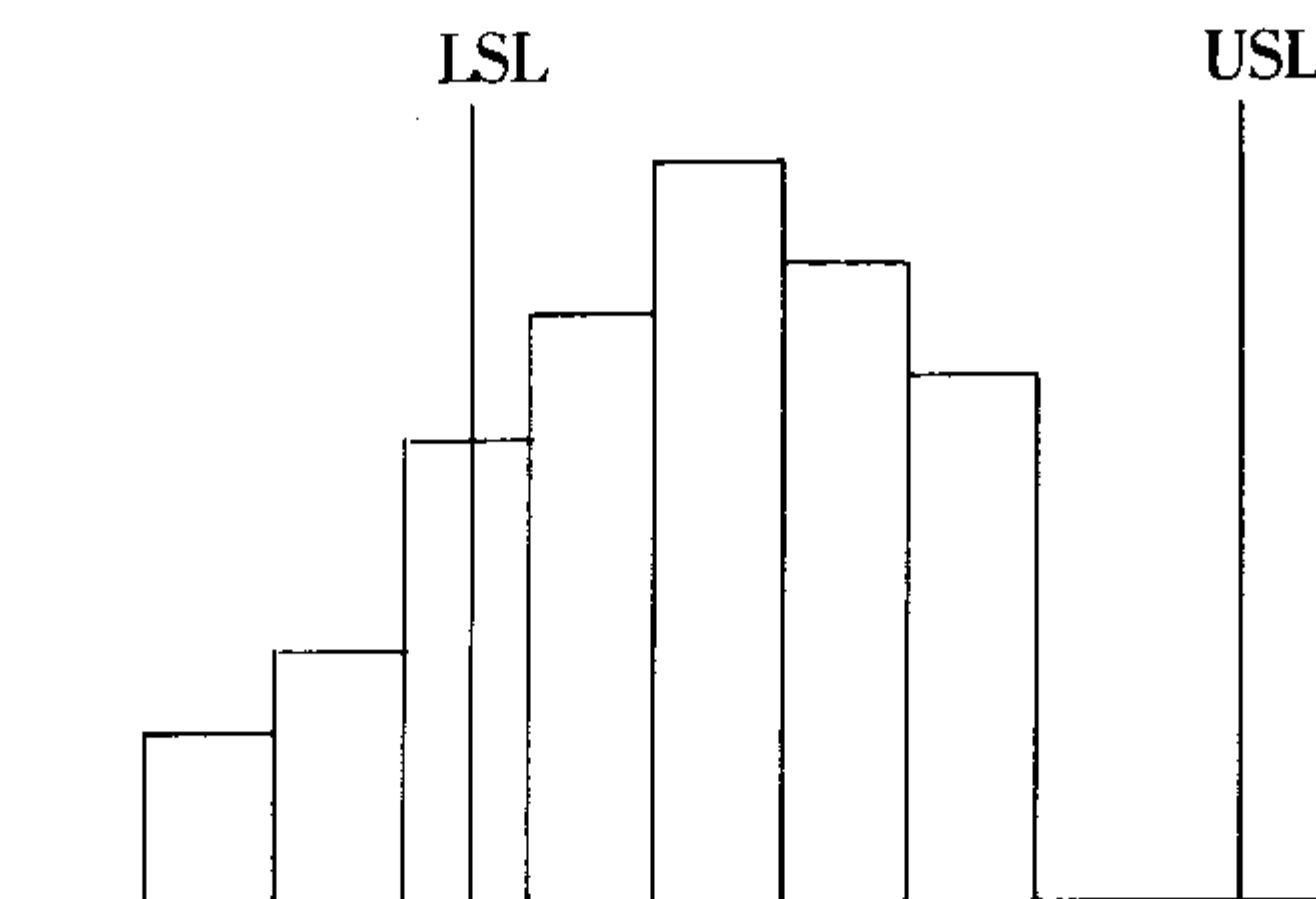

图 6-17
c. 图 6-17 显示过程能力偏左，偏向下限，应对设备、原料加以追查。